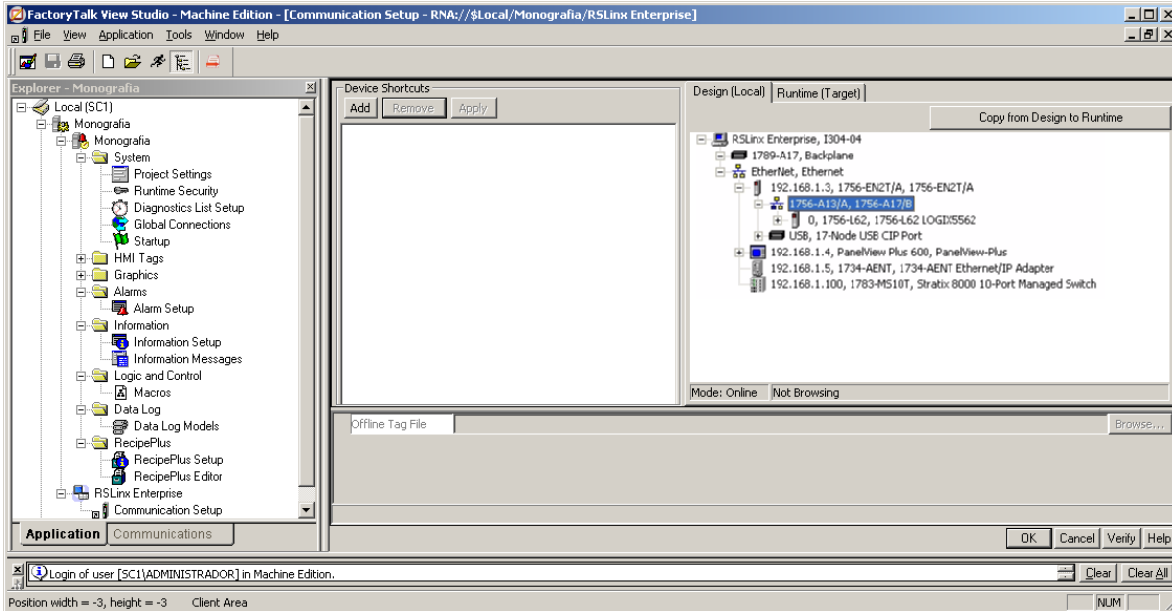

Figura 42. Ubicación del Chasis y el Logix5562. [4]
- b) Seleccionamos el Chasis implementado, que corresponde al 1756-A13 y luego el controlador 1756 – L62, que está ubicado en el slot cero. Al igual se debe tener en cuenta la dirección IP del 1756-EN2T para establecer la que se utilizará. (Ver Figura 42)